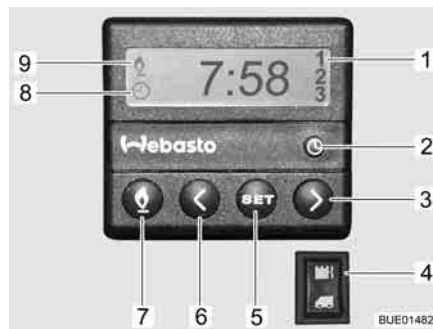

Fig. 121 Centralina di controllo per riscaldamento fisso
- Premere il tasto (Fig. 121,7). Il funzionamento del riscaldamento viene indicato con il simbolo (Fig. 121,9). La ventola viene inserita solo quando la temperatura dell'acqua di raffreddamento è pari a 30 °C.
- Premere il tasto (Fig. 121,7). Il simbolo (Fig. 121,9) si spegne.
- Premere l'interruttore (Fig. 121,4) in alto. Il motore viene preriscaldato. La ventola viene inserita immediatamente.
- Premere l'interruttore (Fig. 121,4) in basso. Il motore rimane freddo.
- Premere il tasto (Fig. 121,2). L'impostazione dell'ora viene indicata con il simbolo (Fig. 121,8).
- Impostare l'ora con i tasti (Fig. 121,3 e 6).
- Premere il tasto (Fig. 121,5).
- Impostare l'orario di accensione con i tasti (Fig. 121,3 e 6) entro 10 secondi.
- Premere il tasto (Fig. 121,5) fino a che nel display (Fig. 121,1) non appare il numero di programmazione desiderato.